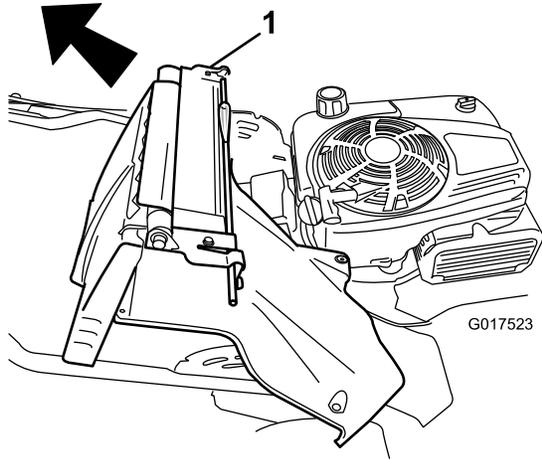

Figure 33
7. Déposez l'ensemble déflecteur arrière et levier de verrouillage de la poignée (Figure 33).